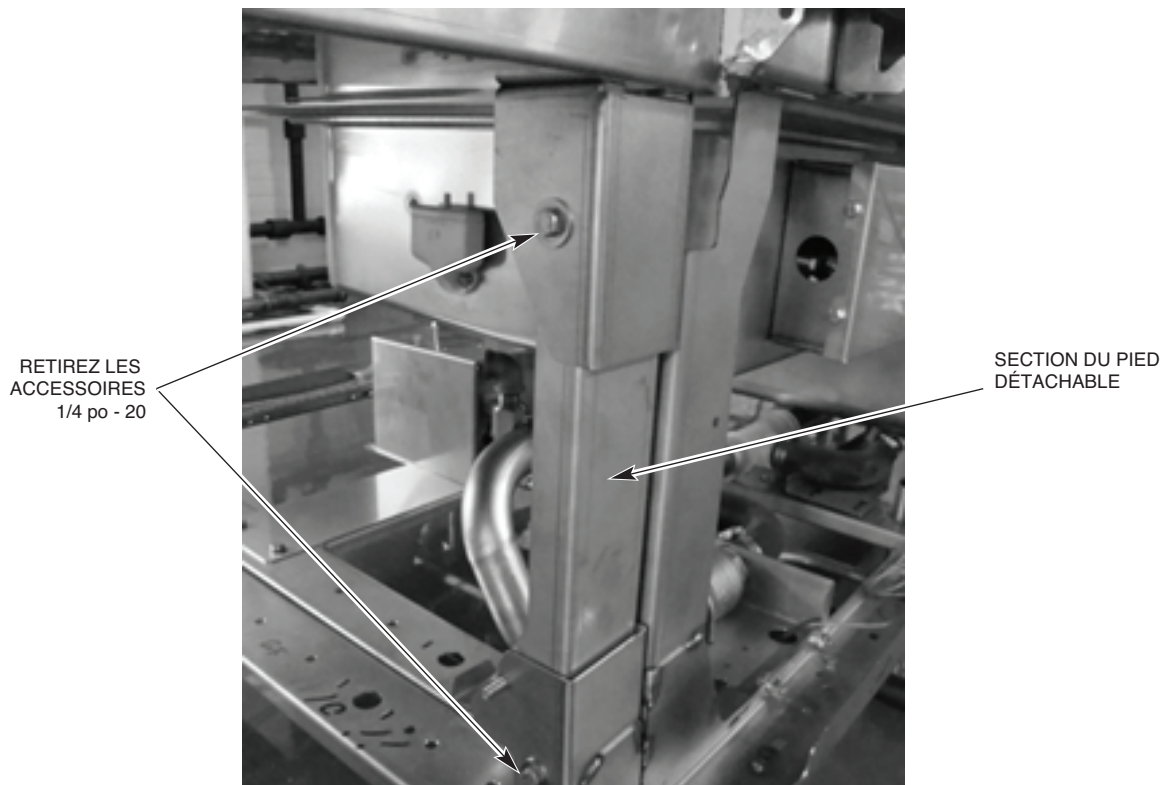

Fig. 6
2. Retirez la pièce de pied détachable de la patte avant de la section de déchargement où le poste de commande sera installé. Ceci permet aux câbles qui sont préinstallés dans le poste de commande d'être acheminé dans l'assemblage du pied (Fig. 6).